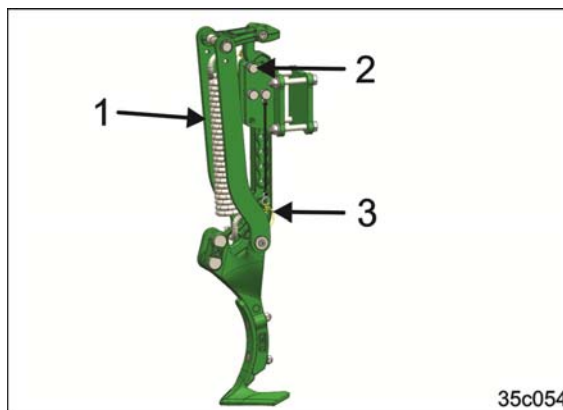

Рис. 128
8. Установите следорыхлитель трактора в крепление (Рис. 128/1), держа его за выемку.
9. Вставьте все фиксирующие пальцы (Рис. 128/2).
10. Застопорите палец пружинным фиксатором (Рис. 128/3).